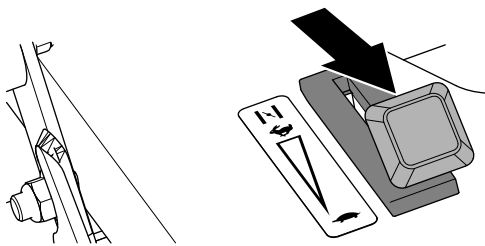

Figure 14
2. Ramenez la commande d'accélérateur complètement en arrière à la position BAS RÉGIME (Figure 14).